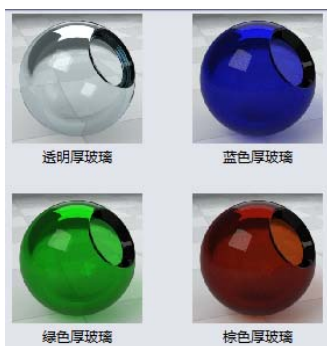
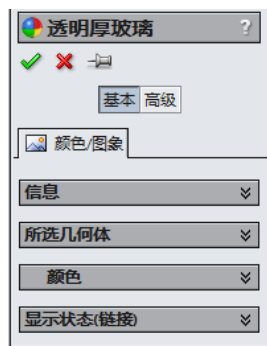

图 15-14 选择具体玻璃类型
图 15-15 【透明厚玻璃】对话框
- 07 在任务窗格下的材料选项中选择【透明厚玻璃】，如图 15-14 所示。窗口左侧对话框变为【透明厚玻璃】对话框，如图 15-15 所示。